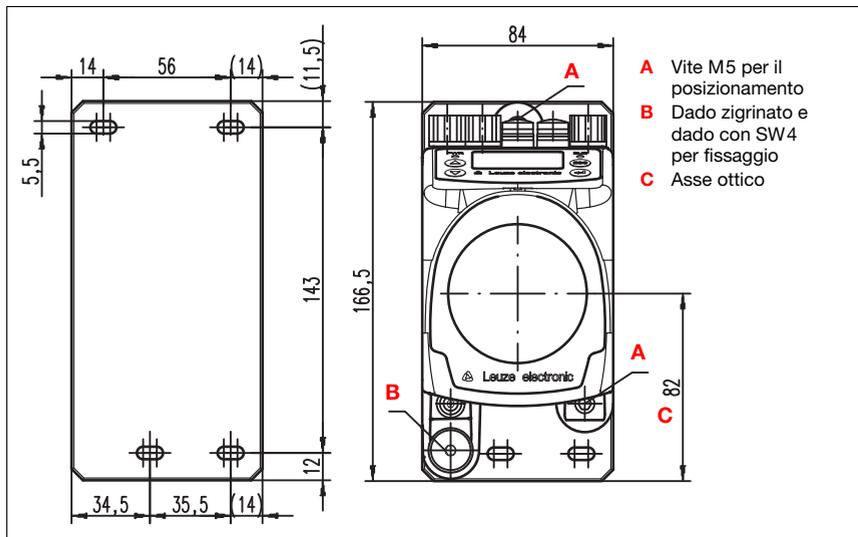

Figura 5.2: Montaggio dell'apparecchio
Il punto luminoso laser viene posizionato in modo che incida sempre sul centro del riflettore opposto, sia che si trovi alla distanza minima o massima di quest'ultimo. Per il **posizionamento utilizzare le due viti Inbus M5 («A» in figura 5.2)**. Durante il posizionamento, il dado zigrinato ed il controdado («B» in figura 5.2) devono essere completamente aperti.
*Affinché il posizionamento del sistema di misurazione laser non cambi durante il servizio continuo, serrare a mano il dado zigrinato e bloccare il fissaggio con il dado SW4 («B» in figura 5.2). Il dado zigrinato ed il dado devono essere serrati a fondo solo dopo la regolazione.*